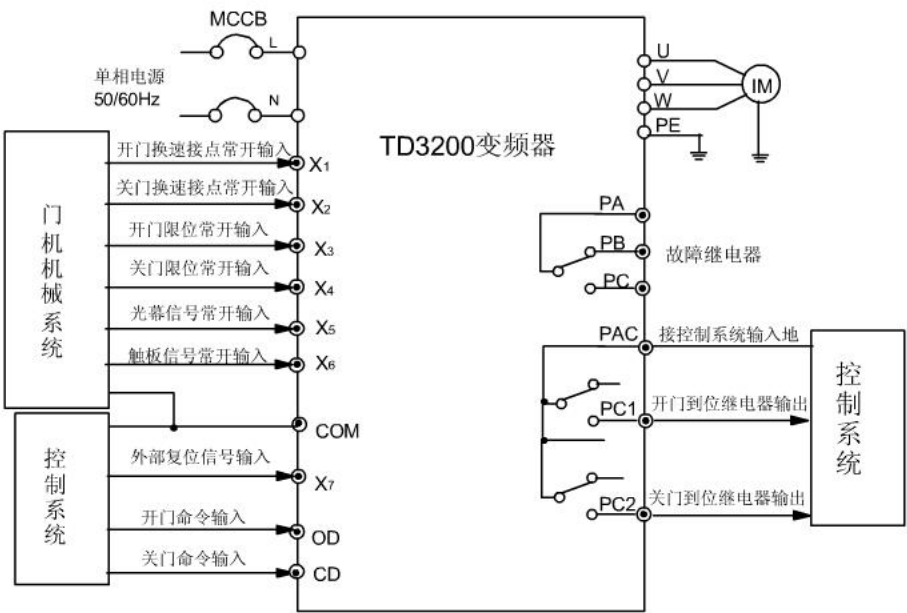

图7-1 速度控制1系统接线图
速度控制1利用换速接点换速，限位信号实现到位的判断处理。速度控制1的系统接线图如图7-1所示。
- 1) 按照图7-1接线。